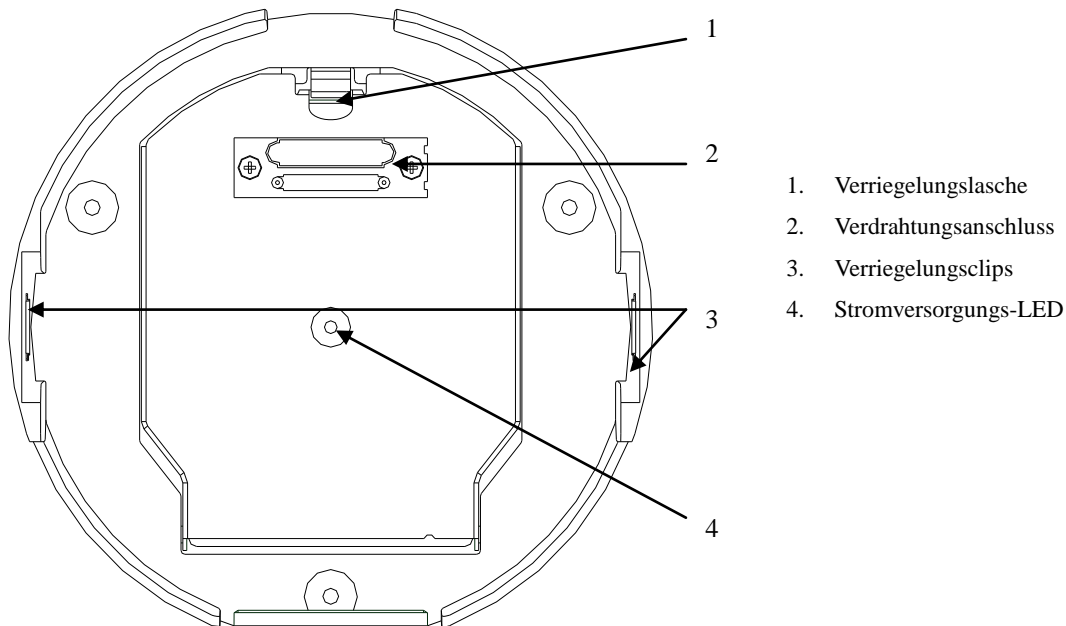
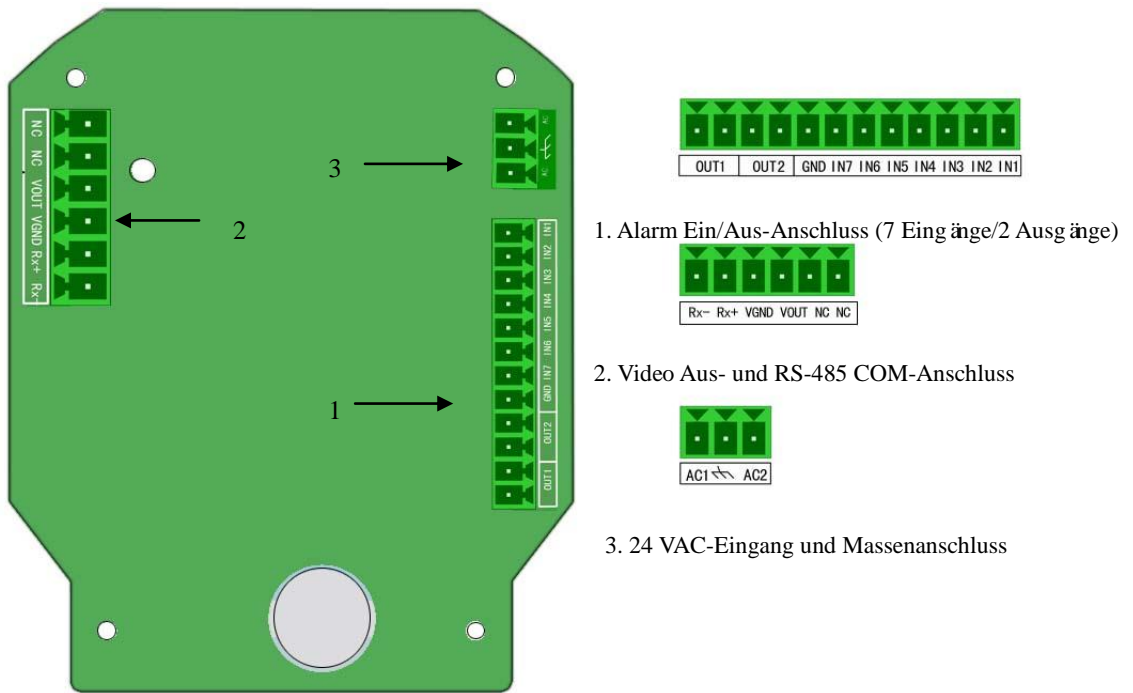
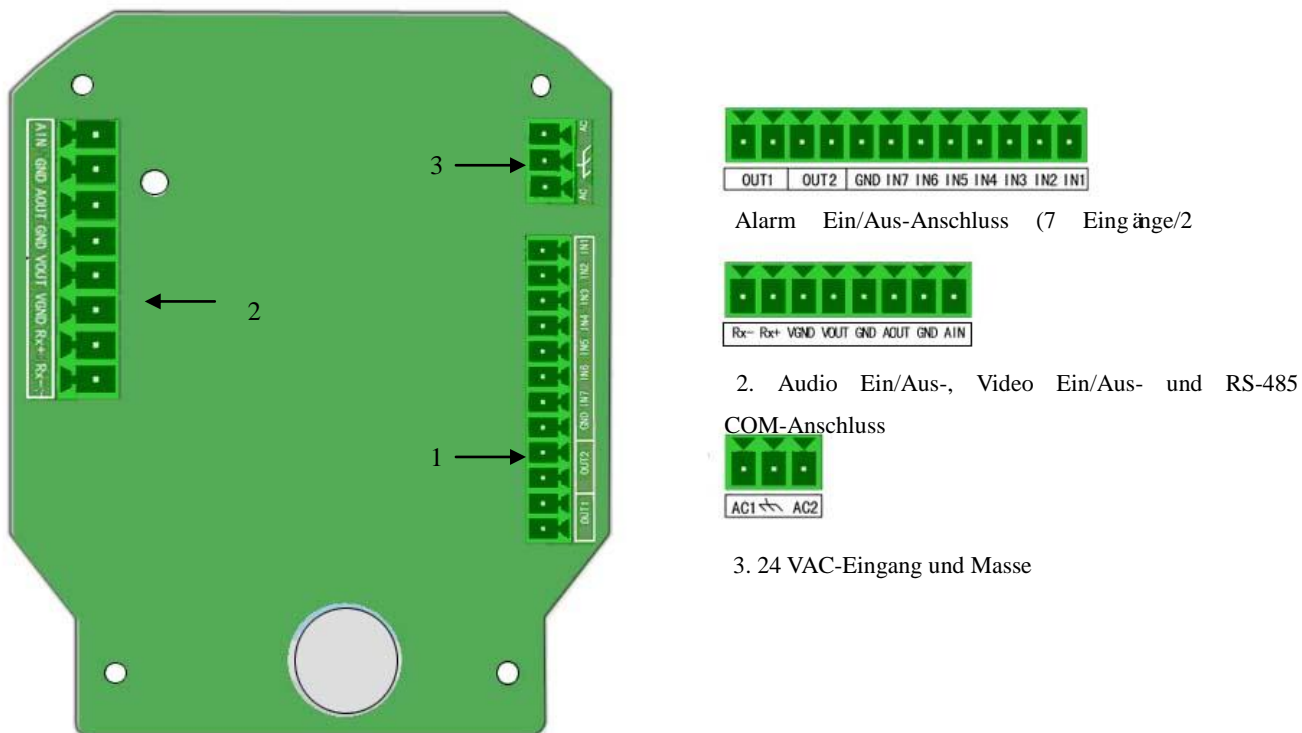

Abbildung 1.2.3 Gehäuse des Anschlussmoduls
Abbildung 1.2.4 Leiterplatte (High Speed Dome und Auto Tracking High Speed Dome)
Abbildung 1.2.5 Leiterplatte (Network High Speed Dome und Auto Tracking Network High Speed Dome)
4. Drücken Sie auf die Verriegelungslaschen im Gehäuse des Anschlussmoduls und öffnen Sie die Klappe der Leiterplatte (siehe Abbildung 1.2.3). Trennen Sie für die Montage des Gehäuses das Videokabel, das Stromkabel sowie sonstige Kabel ab. Hinweise zu den Verdrahtungsanschlüssen entnehmen Sie bitte Abbildung 1.2.4 (High Speed Dome) und Abbildung 1.2.5 (Network High Speed Dome).